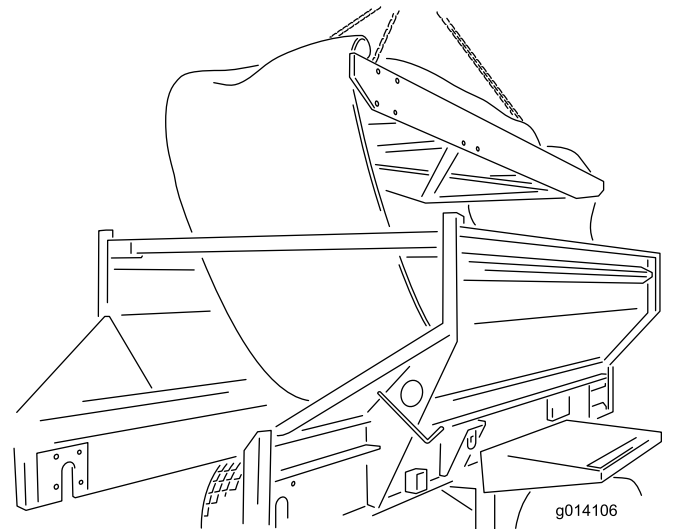

Figura 61
- Retire el casete izándolo desde la parte superior de la máquina. Colóquelo sobre el suelo (Figura 61).